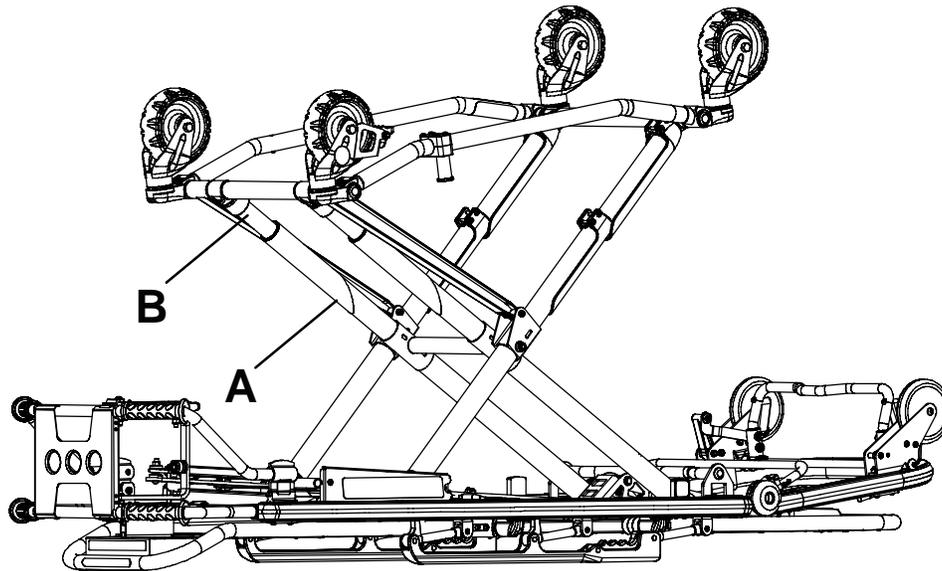

Figure 2 – Emplacements de lubrification de la base
3. À l'aide du tube applicateur en plastique, pulvériser du **Tri-Flow™** avec lubrifiant **Teflon®** (6082-199-012) dans l'espace entre les tubes de levage supérieur (A) et inférieur (B) sur les deux pieds du côté pieds (Figure 2).